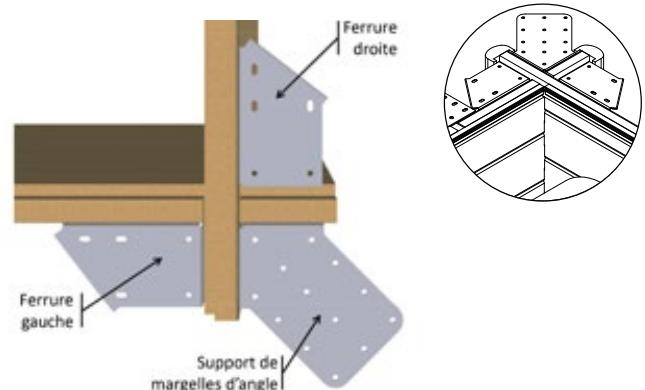

Figure 19 – Mise en place des ferrures dans les angles
- En haut des quatre jambes de force métalliques et des deux jambes de force en bois, mettez en place six ferrures « droite » et six ferrures « gauche » du kit « Éléments de fixation » selon la Figure 19. Utilisez 6 vis penture 6×20 en inox A2 (sachet G) par ferrure, soit un total de 72 vis.